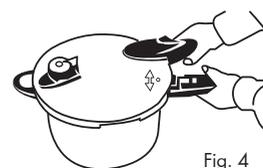

Fig. 4
1. Allineare il simbolo "●" sul coperchio (parte 7) con il simbolo "▲" sul manico della pentola (parte 13) (Fig. 4).